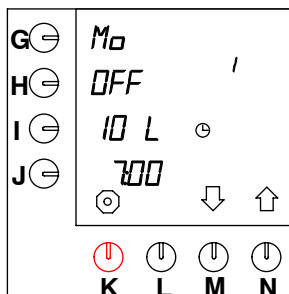

Fig. 33 Ajustes preprogramados (inactivos)
Hay catorce "ajustes de hora" preprogramados para todos los días de la semana. En el momento en que quedan activados por el procedimiento que se explica a continuación, sólo estarán activos y visibles en el modo de usuario. Todos los ajustes pueden ser modificados a voluntad. Los catorce ajustes estandar son mencionados en (ver fig. 33):
- Mantenga apretada la tecla de selección (**N**)↑ hasta que en el display aparezca fig. 33.